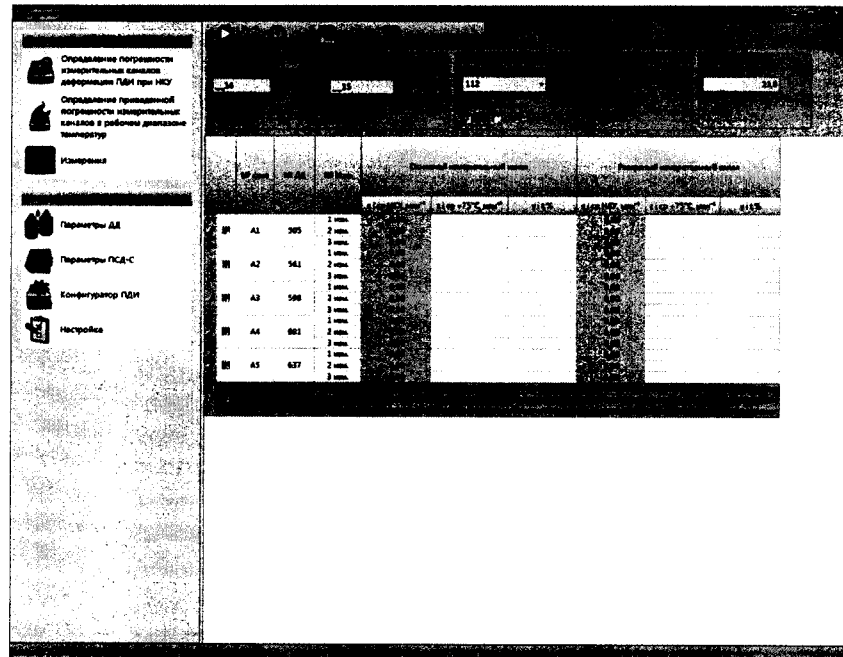
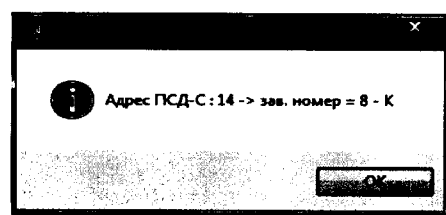

Рис. 30 – Задача «Определение приведенной погрешности измерительных каналов деформации в рабочем диапазоне температур»
Рис. 31 – Окно адреса ПСД-С
4.6.9 На экране главного окна программы «Поверка ПДИ» на панели задач нажать кнопку с названием «Определение погрешности измерительных каналов в рабочем диапазоне температур» (рис. 2), после чего на экране появится выбранная задача (рис. 30).
Произвести настройку параметров определения приведенной погрешности измерительных каналов в рабочем диапазоне температур. Выбрать режим измерения, в котором они будут производиться – «НКУ». При выборе режима НКУ в поле "Режим измерения" происходит изменение цвета столбца (рис. 30), данное изменение указывает на столбцы, в которых будет производиться отображение результатов измерения. В поле "Температура НКУ" ввести значение температуры окружающего воздуха в лаборатории, где проводится поверка. Далее следует выбрать ПДИ из выпадающего списка. "Адрес основного" и "Адрес резервного" канала вводятся автоматически при выборе ПДИ. Если адреса не ввелись автоматически или не соответствуют номеру ПСД-С, выбранного ПДИ, то следует ввести их вручную. Следует выбрать ДД, по которым будут производиться измерения, отметив их галочкой напротив номера ДД  (рис. 30).
Для проверки правильности проделанных установок, нужно нажать на кнопку «Тест» «Основного канала», расположенную рядом с выбранным ранее адресом ПСД-С (рис. 30). Если установки проведены правильно, то на экране появится сообщение с адресом ПСД-С (рис. 31).
4.6.10 Для начала измерений необходимо нажать на кнопку  (рис. 30) Измерения будут производиться в режиме - НКУ. После окончания измерения программа автоматически остановит измерение и сохранит полученные результаты.